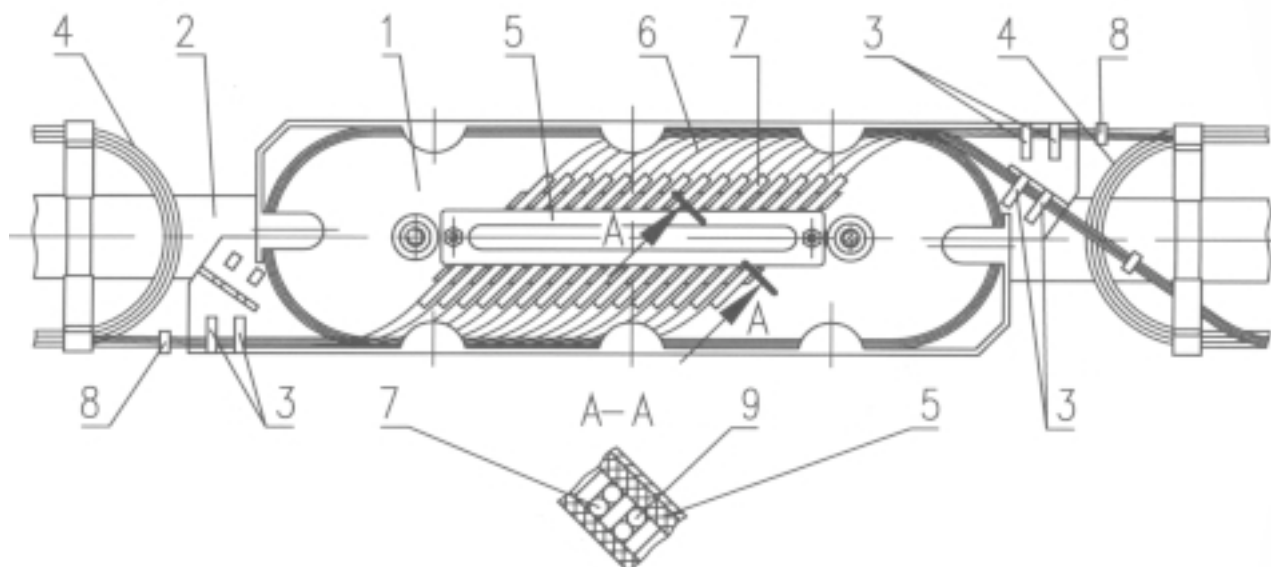

Рис. 6. Заведение модулей, раскладка ОВ и установка гильз КДЗС в кассете.
2.5. В ложементах кассеты гильзы КДЗС прижимаются металлической планкой с мягкой подложкой, которая фиксируется с кассетой винтами и гайками (рис. 6). Муфта выпускается без КДЗС, с одной кассетой. Свободные места в ложементах кассеты заполняются уплотнениями в виде резинового шнура (рис. 6). В муфте можно установить до трех кассет. Верхняя кассета закрывается крышкой.
4.1.16. На лотке сделать два оборота модулей и отметить места их обреза на входах в кассеты ОВ. Модули на кассету заводить как показано на рис.6.
4.1.18. Подготовить к сварке (промыть от гидрофоба бензином Б-70) и сварить оптические волокна. При этом кассета должна находиться вблизи сварочного аппарата. Уложить сростки, защищенные гильзами КДЗС, в ложементы и зафиксировать их с помощью уплотнений и прижимной планки (рис.6).